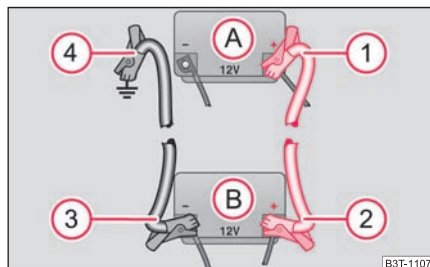

Fig. 222 Executarea pornirii cu ajutorul bateriei altui autovehicul: A - bateria descărcată, B - bateria furnizoare de curent
- Prindeți un capăt la polul plus ① ⇒ fig. 222 al bateriei descărcate (A).
- Prindeți celălalt capăt la polul plus ② al bateriei care furnizează curent (B).